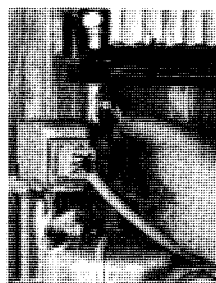

Fig. 31
a) Prima della regolazione si toglie il contatto dalla sonda NTC (vedi fig. 31) - situata sull'andata dell'apparecchio. L'apparecchio funziona quindi senza regolazione della temperatura in andata ed il procedimento di regolazione non viene disturbato dal modo di funzionamento del bruciatore. Poi l'apparecchio viene regolato per la quantità di gas come descritto alle pagine 13-15 sul suo pieno rendimento nominale.